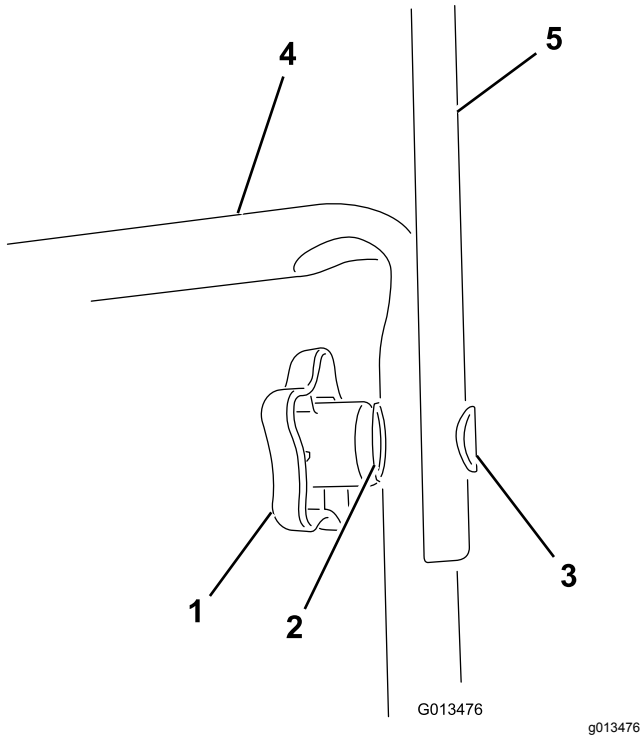

Figure 1
2. Montez la partie supérieure du guidon sur la partie inférieure au moyen des boutons, des rondelles bombées et des boulons ovales, comme montré à la Figure 1.